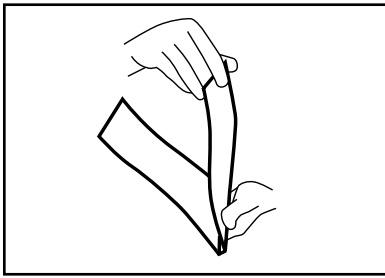

ABBILDUNG 13
- Nun falten Sie Ihren Umschlag gemäß dieser Rillungen (siehe Abbildung 13)